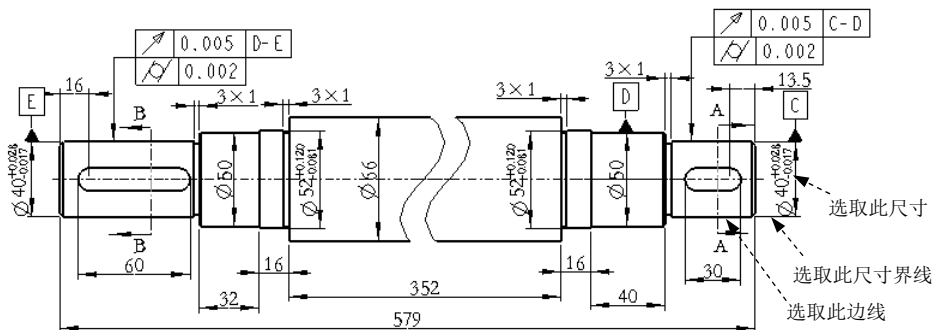

图 5.9.25 定义表面粗糙度符号
(1) 选取图 5.9.25 所示的尺寸, 在系统 **在尺寸界线上选择位置** 的提示下, 选取图 5.9.25 所示的尺寸界线为放置位置, 然后选取图 5.9.25 所示的边线。